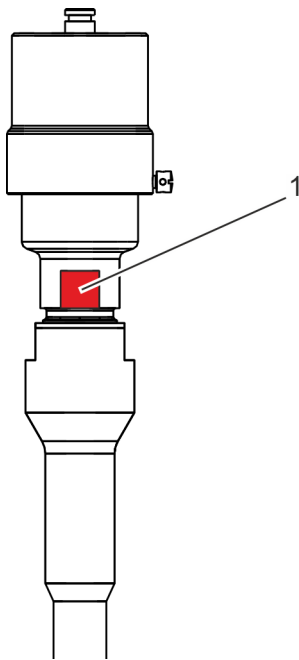

Abb. 15: Gehäuse lösen
5. ➤ Schlüssel SW 27 an der Schlüssel­fläche (Abb. 15/1) am Gehäuse der federbelasteten Überdrucksicherung ansetzen.